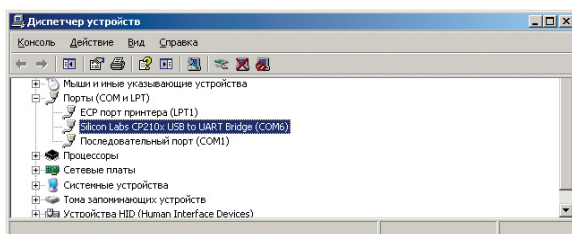

Рис. 32
- номер порта на вашем компьютере может отличаться от приведенного) (рис. 32).